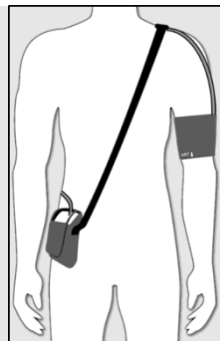

Fig. 3: Mobil-O-Graph® con tracolla
- Accertarsi del corretto posizionamento della tracolla/cintura e del tubo del bracciale, vedi Fig. 3.
- L'attacco del tubo sul bracciale deve essere rivolto verso l'alto, vedi Fig 3.